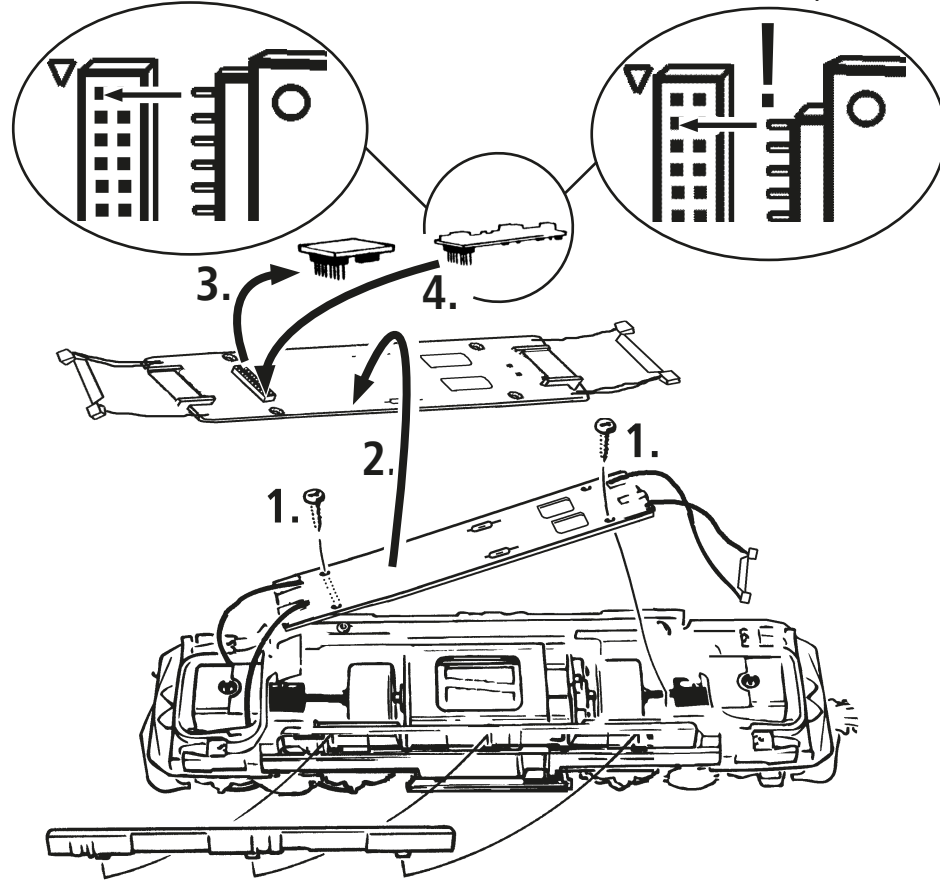

Fig. 6
2. Schmierung: Versehen Sie die im Schmierplan in Fig. 6 gekennzeichneten Stellen mit nur **kleinen Öltropfen**. Dazu zuerst das Lokgehäuse abnehmen (Fig. 3). Wir empfehlen den ROCO **Öler Art.-Nr. 10906**. Fürs Schmieren der Getriebeteile (Zahnräder, Schnecke) empfehlen wir das **ROCO-Spezialfett Art.-Nr. 10905**. Im Falle der Schmierung diese Teile **nicht ölen**.
2. Lubrication: Apply **tiny oil drops** to spots marked in fig. 6. Prior to lubrication dismantle locomotive (fig. 3). We recommend using item no. **10906, Roco oiler**. For lubrication the gearparts (e.g. cogwheels, worm) we should recommended our Roco **special grease** (item no. **10905**).
1. Nettoyage des lames de courant aux roues: Les lames de contacts risquent de s'encrasser rapidement sur des voies poussiéreuses. Veuillez **enlever la poussière** aux endroits marqués à la fig. 6 à l'aide d'un petit pinceau souple. A ces fins démontez d'abord le bogie (fig. 4).
2. Graissage: N'appliquez **qu'une toute petite goutte** aux endroits indiqués par le plan de graissage (fig. 6) après avoir démonté la caisse de la locomotive (fig. 3). Nous vous recommandons **le graisseur à huile Roco réf. 10906**. Pour graisser les engrenages (roues dentées, vis sans fin) nous vous conseillons la **graisse spéciale Roco**